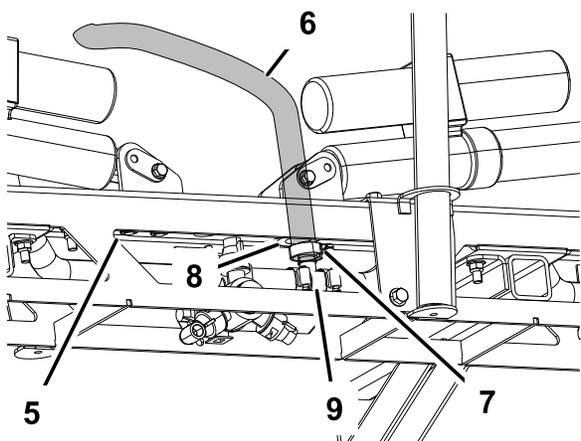

Figura 31
- Cubra con jabón líquido la espiga dentada del acoplamiento en T de ambas extensiones de los brazos (Figura 31). Instale la manguera de la extensión de brazo sobre la espiga y fíjela con una abrazadera.
- Cubra con jabón líquido la espiga dentada del acoplamiento en T del brazo central Figura 31.
- Pase la manguera del brazo central por el hueco y el pasacables del conjunto de brazos central. Conecte la manguera de alimentación del brazo central a la espiga enjabonada y fíjela con una abrazadera Figura 31.